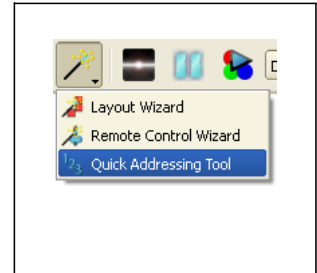

Рисунок 16: Quick Addressing Tool
1. После подключения P3-100 к фактической установке самый простой способ соединить панели на виртуальной рабочей области с физическими панелями в установке — нажать на **Quick Addressing Tool** под кнопкой **Wizards** (см. рисунок 16).